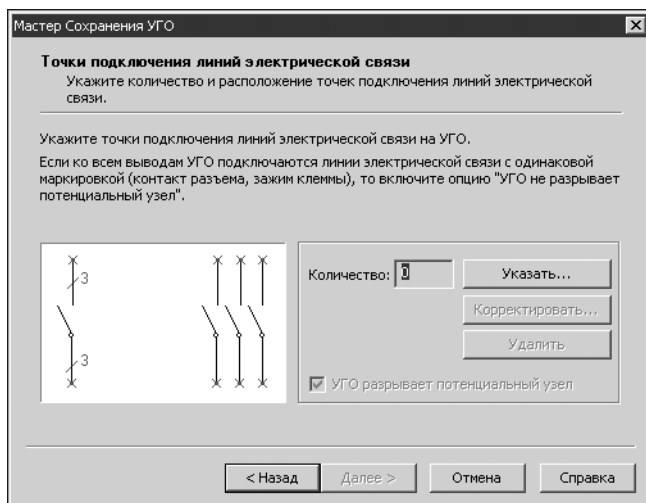

Рис. 11.5. Выбор точек подключения линий электрической связи
4. Нажмите кнопку **Далее**. Откроется следующее окно (рис. 11.5).